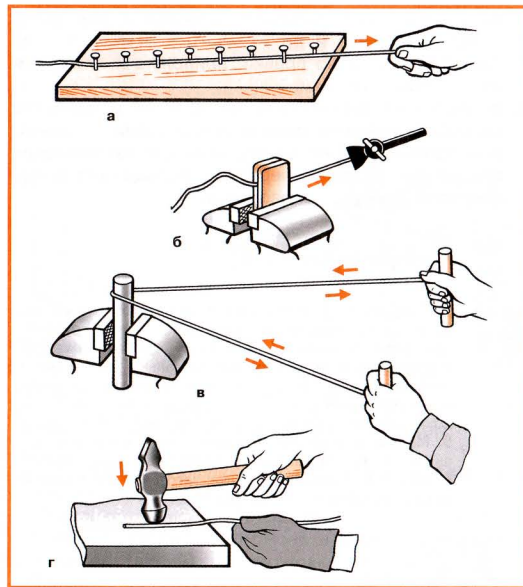

Рис. 64. Правка проволоки
Правка проволоки может выполняться разными способами. Выпрямить тонкую и мягкую проволоку можно, протягивая ее между гвоздями, вбитыми в доску (рис. 64, а), между двумя брусками, зажатыми в тисках (рис. 64, б), или вокруг цилиндрического стального стержня (рис. 64, в).
Толстую стальную проволоку правят на плите (рис. 64, г), легко ударяя по выпуклым местам молотком. Медную и алюминиевую проволоку выпрямляют киянкой.
3. Внимательно рассмотрите рисунок 64 и выберите способ правки заготовки в соответствии с диаметром проволоки и ее материалом при изготовлении следующих изделий: чертилки, кольца для штор, дверного крючка, головоломки.